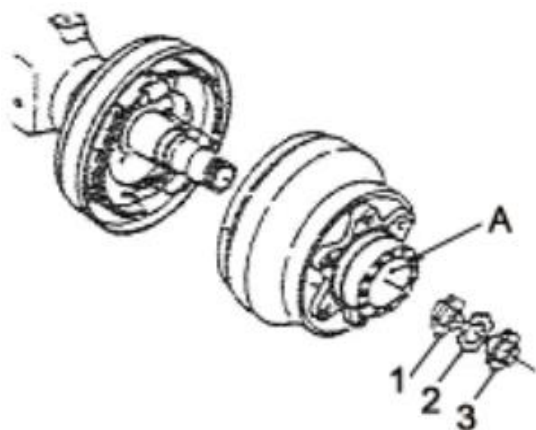

Рисунок 2-5. Добавление смазки.
- (1) Заполните ступицу колеса 100мл консистентной смазки, а затем закрепите ее на оси, см. рис. 2-5.
- (2) Закрутите регулировочные гайки с моментом затяжки 9,8 Нм, затем ослабьте их на пол оборота.
- (3) Установите динамометр на шляпку болта и измерьте пусковой момент на ступице колеса, когда он достигнет необходимого значения, начните завинчивать гайку, пусковой момент 49Нм - 147Нм.